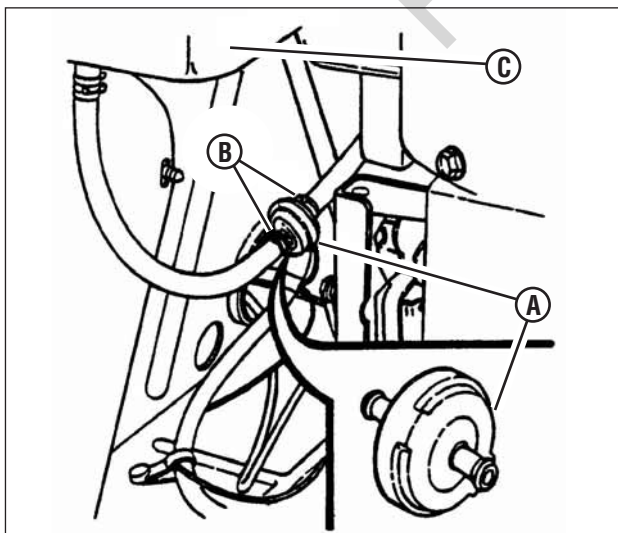

Figura 30: Substituindo o filtro de combustível
**IMPORTANTE:** Para interromper o fluxo de combustível, o tanque de combustível (**C, Figura 30**) pode ser removido do suporte e colocado no solo para que o nível de combustível fique abaixo do filtro. Consulte a seção intitulada “REMOVENDO O TANQUE DE COMBUSTÍVEL.”
1. Remova as braçadeiras da mangueira (**B, Figura 30**) do filtro de combustível (**A**).